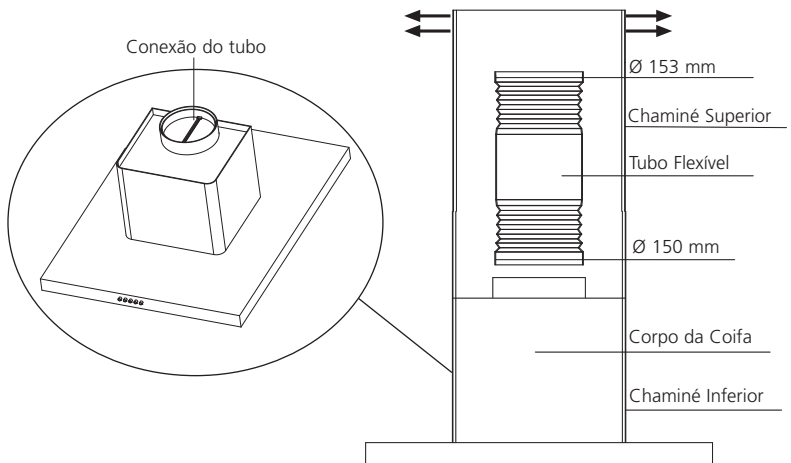

Fig. 9
- Encaixar o tubo flexível na flange [Ø150 mm do tubo], pressionar até o seu perfeito encaixe [Fig.9], após colocar a abraçadeira de nylon que acompanha o produto.